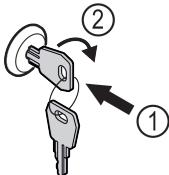

Fig. 140
- Zatlačte klúč Fig. 140 (1).
- Otočte klúč o 90° v smere hodinových ručičiek Fig. 140 (2).